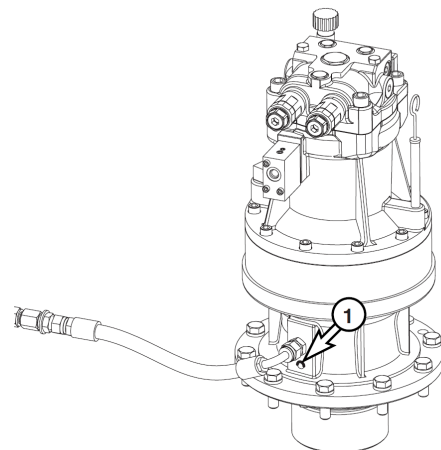

Рис. 79
2. Снять заглушку для выпуска воздуха (1, рис. 79) с механизма редуктора поворота.
4. Установить заглушку на воздуховыпускное отверстие (1, рис. 79) на механизме редуктора поворота.